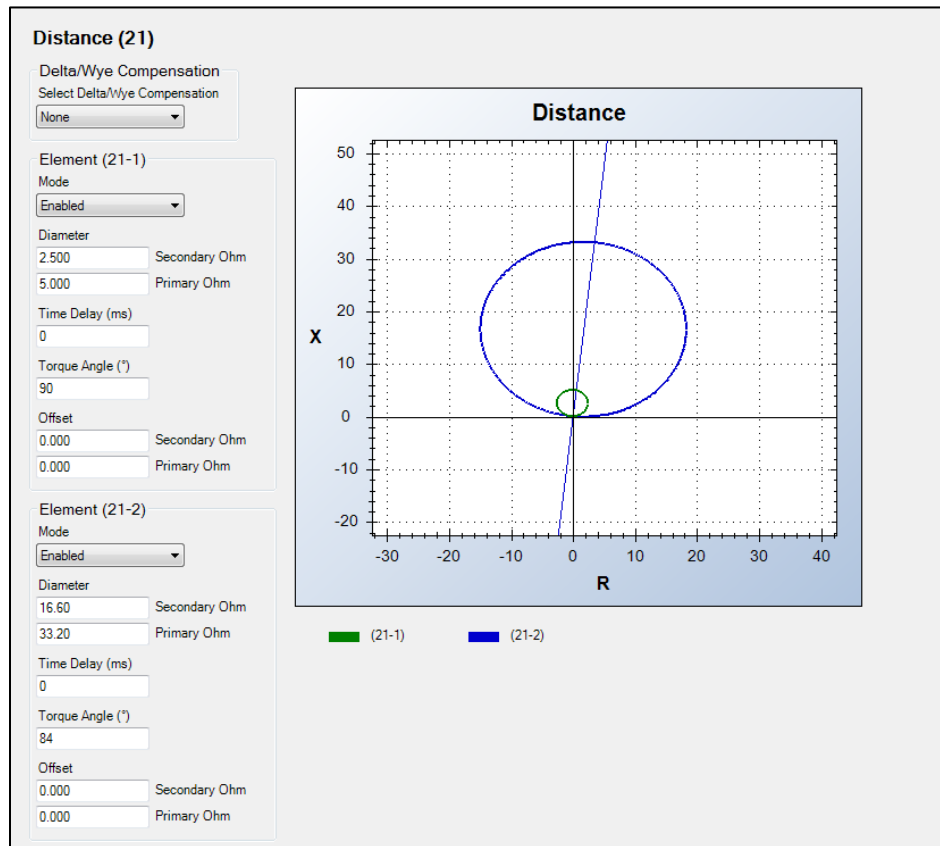

Figure 25-2. Écran des paramètres Distance
Les paramètres de fonctionnement de l'élément de distance sont configurés à partir de l'écran des paramètres Distance (21) (Figure 25-2) de BESTCOMSPlus.